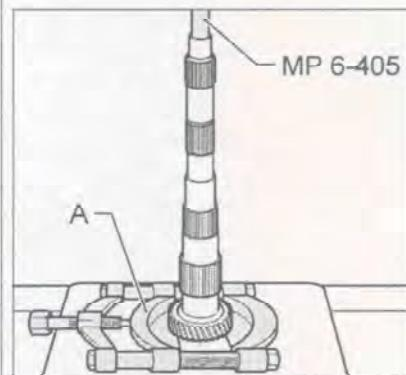

Рис. 7.271. Спрессуйте шестернию 4-й передачи с помощью съемника Kukko 17/2 (A).
7. Спрессуйте шестернию 4-й передачи с помощью съемника Kukko 17/2 (A) (рис. 7.271).